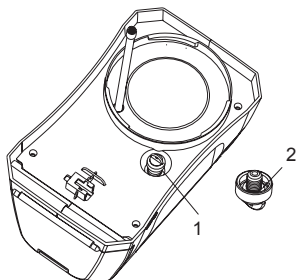

Figur 15
- Sett inn en liten ledning gjennom det eksponerte hullet for å fjerne rusk. Skyll deretter med vann. Se figur 15.